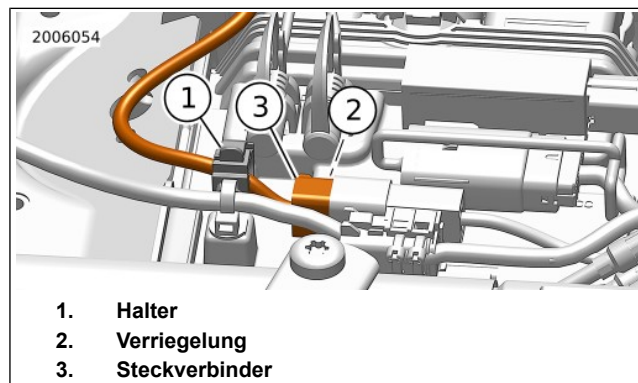

Abbildung 157. Sitzheizungs-Steckverbinder
5. Siehe Abbildung 157. Zum Öffnen die Zunge (1) an der Halterung drücken. Die Verriegelung (2) am Steckverbinder (3) drücken, um die Sitzheizung abzuklemmen.
2. Siehe Abbildung 157. Den Sitzheizungs-Steckverbinder anschließen (3). Zusammendrücken, bis ein Klicken zu hören ist. Die Verkabelung wie abgebildet in der Halterung (1) verlegen. Die Halterung schließen.